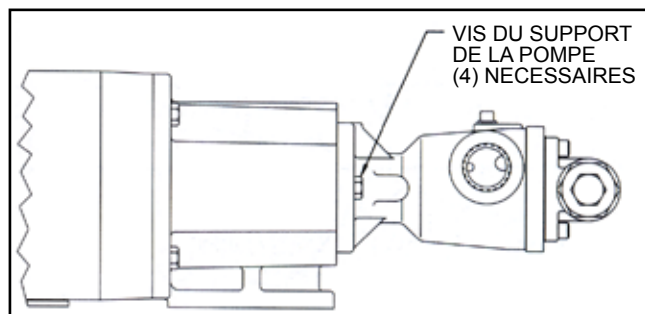

FIGURE 31
5. Terminez l'assemblage en fixant la pompe au support (Voir Figure 31). Vérifiez que l'alimentation électrique de la pompe soit "Verrouillée". Vérifiez que la pompe tourne librement en faisant tourner les pales du ventilateur ou l'arbre du boîtier roulement .